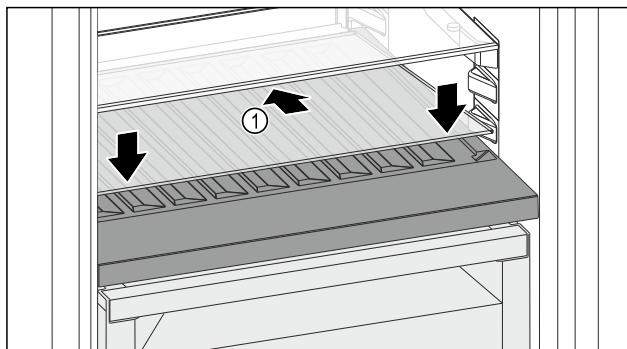

Fig. 166
- Skleněnou desku Fig. 166 (1) zasuňte šikmo a skloněnou dozadu dolů.
- Skleněnou desku Fig. 166 (1) vpředu spusťte dolů.